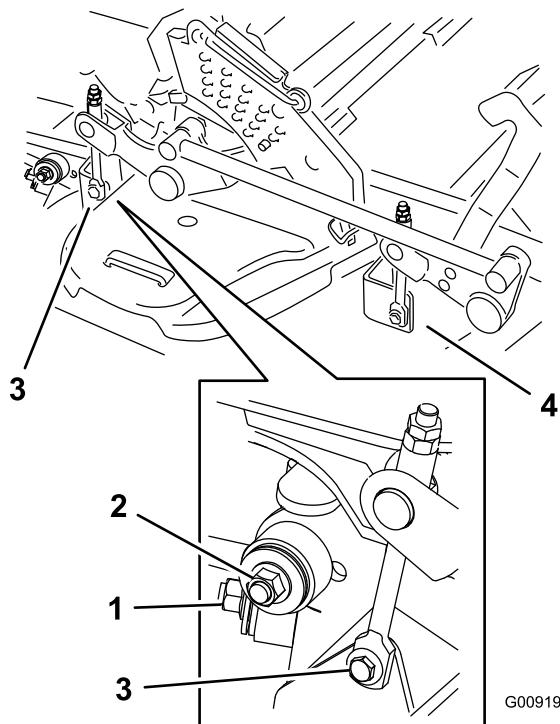

Figura 110
- Rimuovete e conservate la bulloneria su ambo i lati del piatto di taglio come mostrato in (Figura 110).